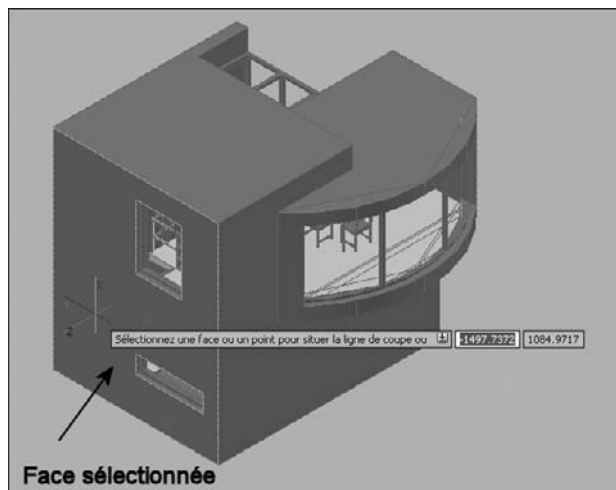
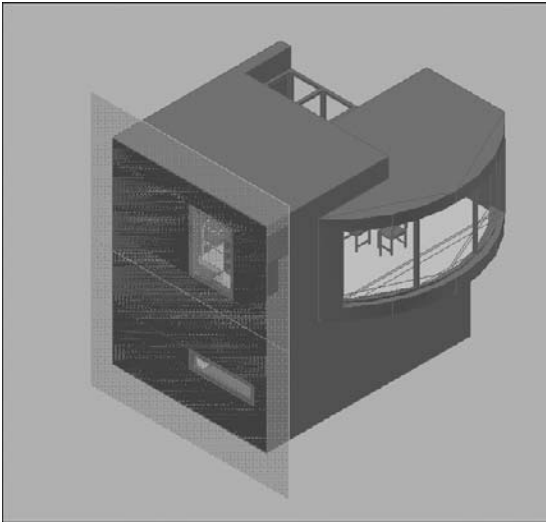

Fig.21.3
Fig.21.4
- 2 Cliquez pour sélectionner une face dans votre modèle (fig.21.3). Un objet de coupe est créé sur le plan de la face sélectionnée (fig.21.4).